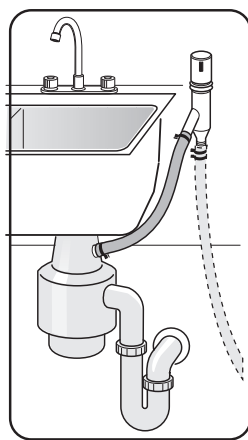

Ilustración 28
- 4 A la conexión de evacuación para lavadoras de platos en un eliminador de basura y a través de un dispositivo de ventilación, como muestra la Ilustración 28.